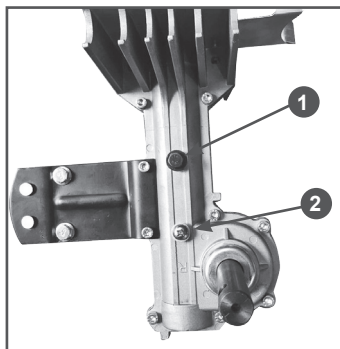

Рис. 22. Замена масла в корпусе редуктора
- Очистите корпус редуктора вокруг пробок заливного 1 и контрольного 2 отверстий (Рис. 22).
- Открутите пробку 1 заливного отверстия и пробку 2 отверстия для контроля уровня масла в корпусе редуктора (Рис. 22).
8. С помощью специального шприца или масленки через заливное отверстие 1 заливаете в корпус редуктора масло до тех пор, пока оно не начнет вытекать из контрольного отверстия 2 (Рис. 22).
9. Закрутите на место пробки контрольного 2 и заливного 1 отверстий (Рис. 22).